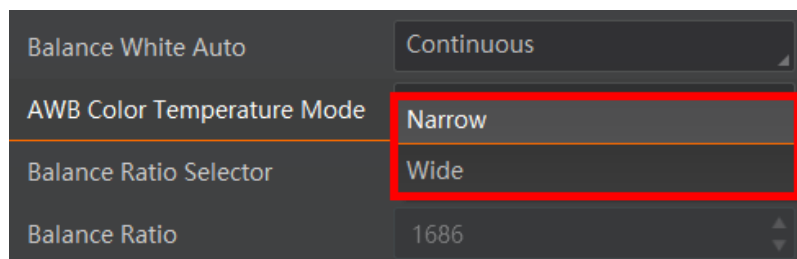

图10-29 自动白平衡色温模式设置
3. *Balance White Auto* 参数默认为 *Continuous*，且色温模式为窄域，即 *AWB Color Temperature Mode* 为 *Narrow*。若在此色温模式下进行自动白平衡后，图像色彩效果仍然不佳，可将 *AWB Color Temperature Mode* 参数设置为 *Wide*，再进行自动白平衡校正，如图10-29所示。